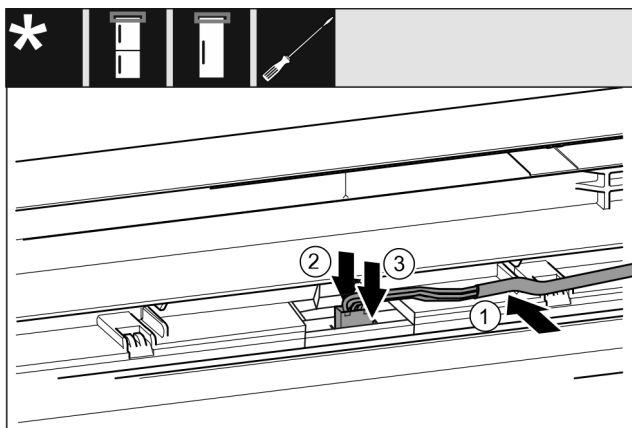

Fig. 44
- Graues Kabel in die Führung in der oberen Tür einlegen. Fig. 44 (1)
- Rastnase nach hinten drücken. Fig. 44 (2)
- Stecker einrasten. Fig. 44 (3)